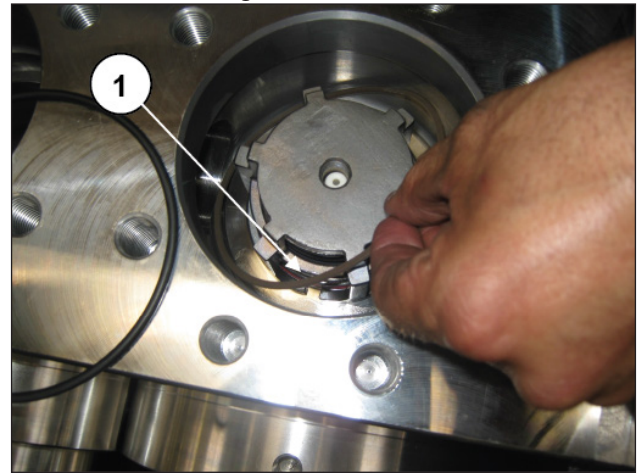

Abb. 187
Setzen Sie den Stützring ein (Pos. ①, Abb. 187).